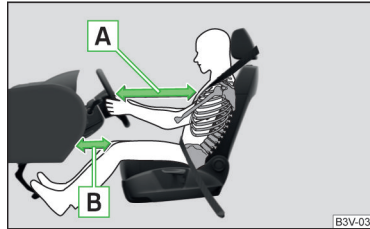

Abb. 30
■ Für den Fahrer und Beifahrer ist es wichtig, einen Abstand von mindestens 25 cm zum Lenkrad bzw. zur Schalttafel einzuhalten » Abb. 30 - **A**. Wenn Sie diesen Abstand nicht einhalten, kann Sie das Airbag-System nicht schützen - Lebensgefahr! Außerdem müssen die Vordersitze und die Kopfstützen immer der Körpergröße entsprechend richtig eingestellt sein. ▶
- Den Fahrersitz in Längsrichtung so einstellen, dass der Abstand der Beine zur Schalttafel im Bereich des Knieairbags mindestens 10 cm beträgt » Abb. 30 - [B]. Falls es aus Gründen der Körpergröße nicht möglich sein sollte, diese Bedingung zu erfüllen, dann ist ein Fachbetrieb aufzusuchen.